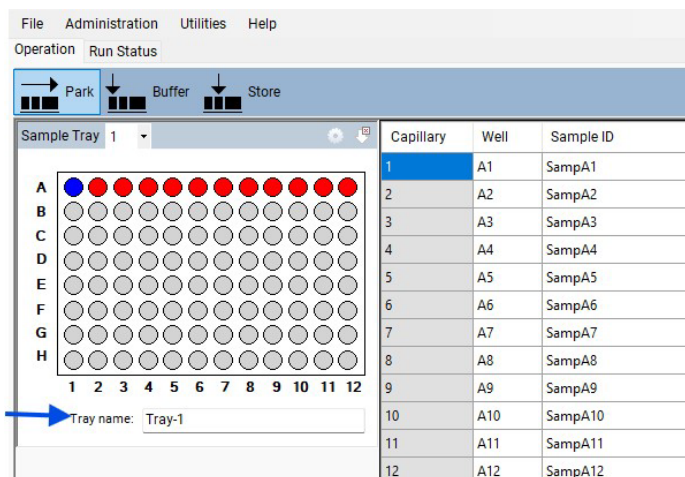

Figure 85 Sélection du nom de la plaque
- 2 Dans le champ **Tray name** (Nom de la plaque) de l'onglet **Operation** (Utilisation), sélectionnez le nom de la plaque à l'aide du curseur de la souris (Figure 85).